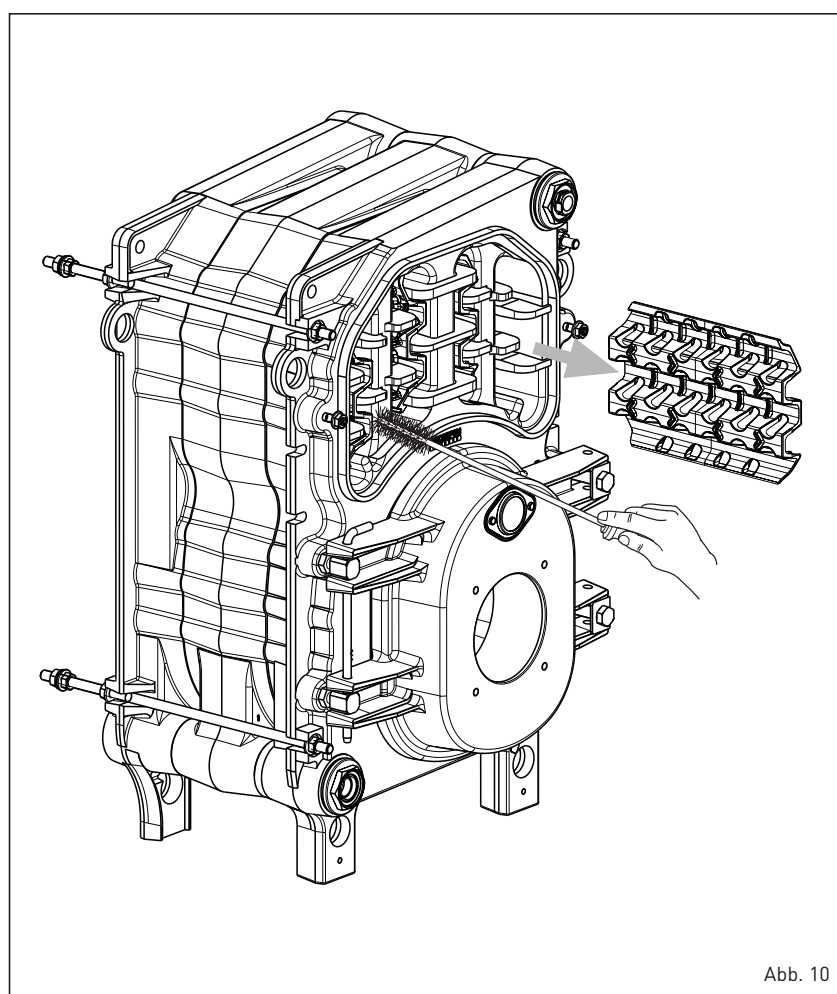

Abb. 10
3.3.1 Rookgaszijde van de ketel (Abb. 10)